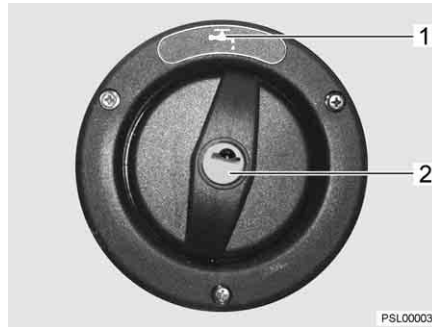

Fig. 68 Couvercle de fermeture pour bec de remplissage d'eau potable
- ▷ Le bec de remplissage d'eau potable est désigné par le symbole  (Fig. 68,1).
- Insérer la clé dans le barillet (Fig. 68,2) et la tourner dans le sens inverse des aiguilles d'une montre.